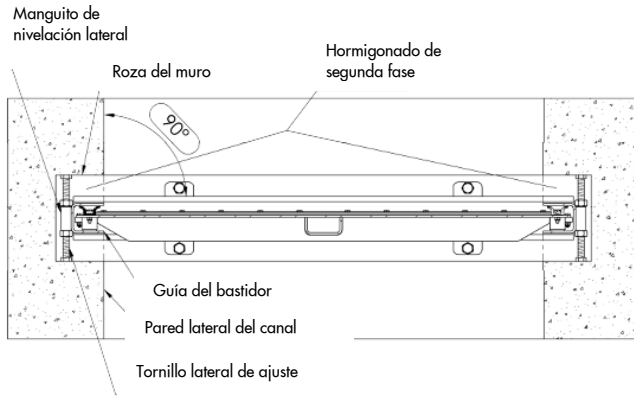

Figura 4
- Nivelar la compuerta horizontalmente, ajustando para ello los tornillos en los manguitos de nivelación (ver Figura 4). Asegurarse de que la guía del bastidor está alineada con la pared lateral del canal. Asimismo, asegurarse de que la compuerta es perpendicular a las paredes laterales del canal